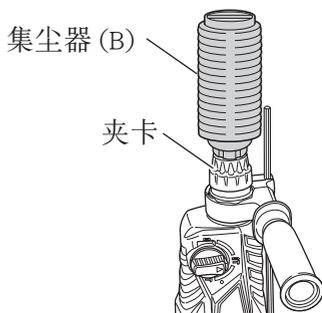

图 4
(图 3、图 4)
使用集尘器 (B) 时，请将集尘器 (B) 与夹卡上的槽对准后，将集尘器 (B) 从钻头的顶端插进去(图 4)。